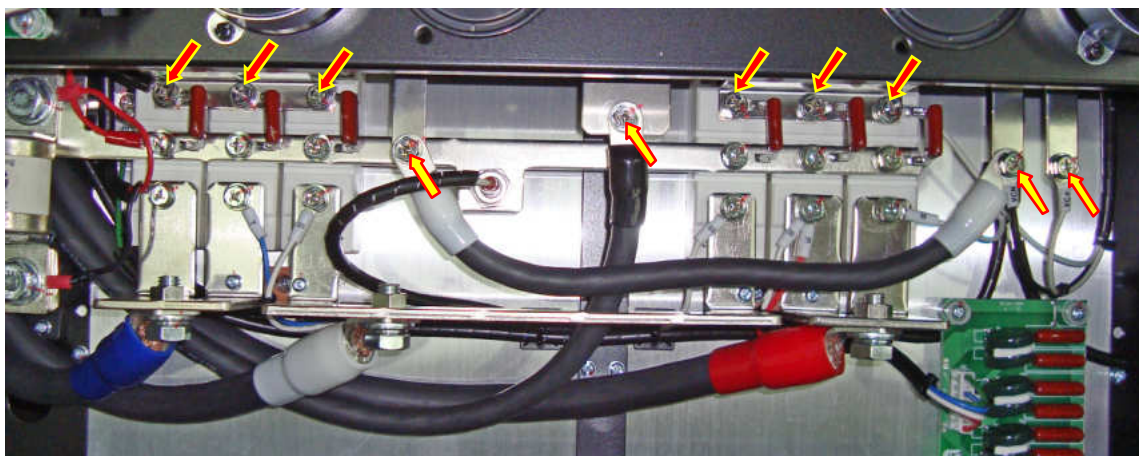

Рис. 6.18.
6.11.3. Выкрутить 6 винтов крепления шин блока конденсаторов к диодно-тиристорным модулям, обозначенных красными стрелками на рис. 6.18 и положить их в тару. Выкрутить 4 винта крепления проводов разрядного резистора и силовых проводов (желтые стрелки на рис.6.18), винты и провод положить в тару.